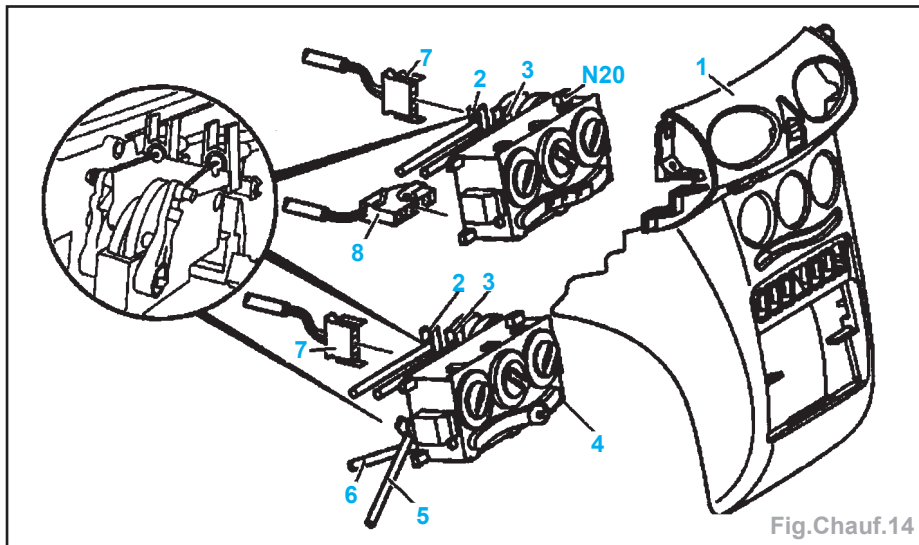

Fig.Chauf.14
- Déposer le recouvrement (1) de console centrale à l'avant (Fig.Chauf.14).
- la fiche (7).